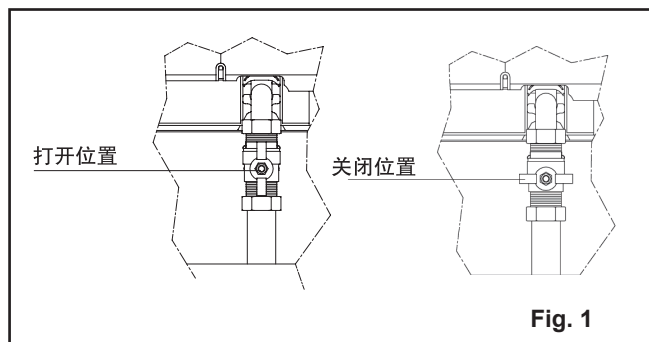
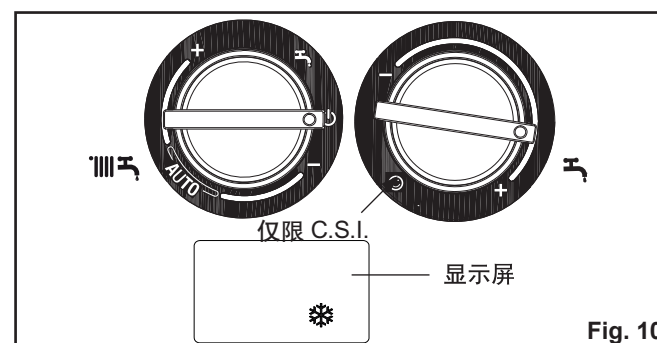

Fig. 1
Fig. 10
- 2 顺时针旋转, 打开燃气管阀 (Fig. 1);
临时关闭 (Fig.10)
长期关闭 (Fig.1, Fig.10)